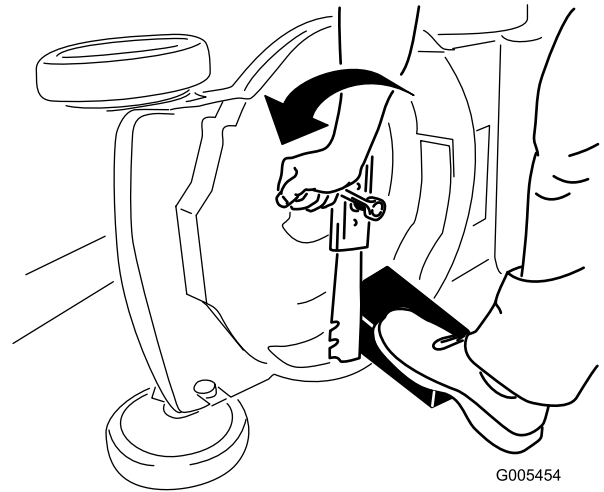

Bild 27
- 3. Stabilisieren Sie das Messer mit einem Holzblock (Bild 27).
- 4. Nehmen Sie das Messer ab und bewahren Sie alle Befestigungsschrauben auf (Bild 27).